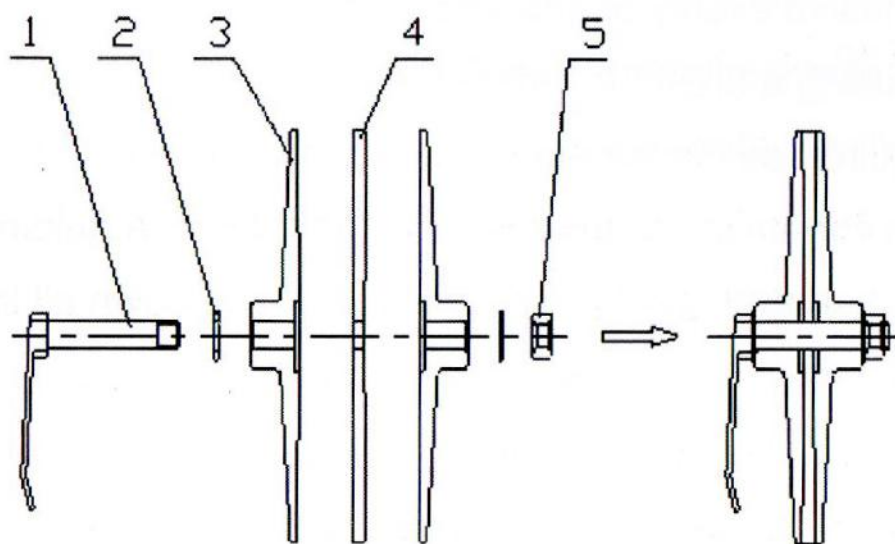

Рис. 3. Схема зажима дисков и наждачной бумаги. 1 Нажимной болт.
- Проденьте другую шайбу через выступающий болт зажимного диска и затем наверните гайку (рис. 3).